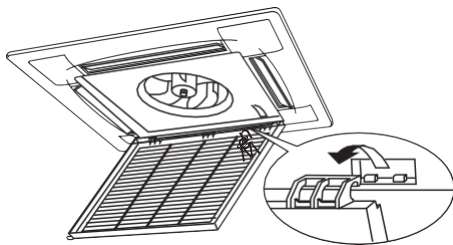

Abb.6-2
**2 Entnehmen Sie das Lufteinlassgitter (zusammen mit dem in Abb.6-2 gezeigten Luftfilter)**